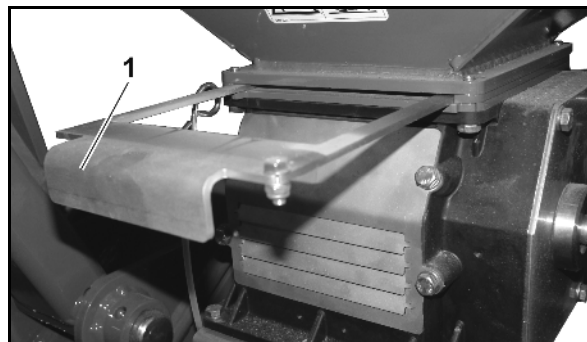

Рис. 107
2. Выньте заслонку (Рис. 107/1) и, таким образом, закройте отверстие бункера для посевного материала (см. на стр. 106).